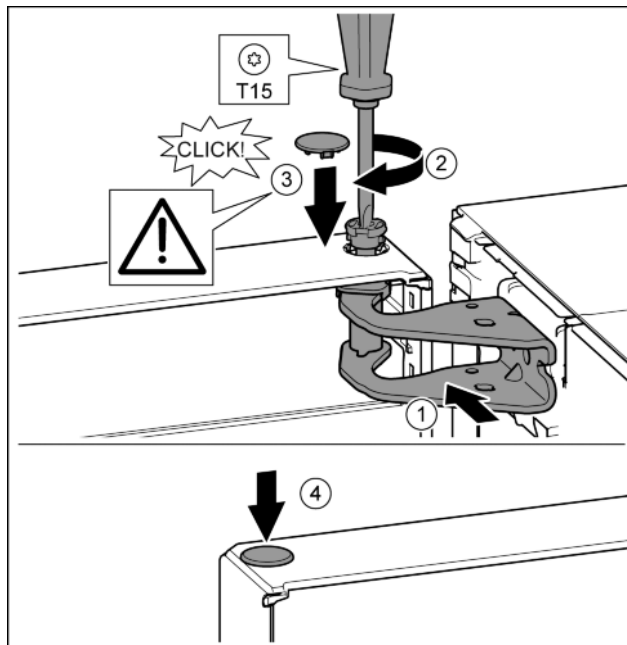

Fig. 24
- ▶ Вирівняйте дверцята зверху по отвору в опорному кронштейні. Fig. 24 (1)
- ▶ Вставте палець та закрутіть за допомогою викрутки T15. Fig. 24 (2)
- ▶ Встановіть захисну кришку для захисту дверцят: вставте захисну кришку і проконтролюйте, щоб вона прилягала до дверцят. Якщо це не так, повністю вставте палець. Fig. 24 (3)
- ▶ Вставте пробку. Fig. 24 (4)